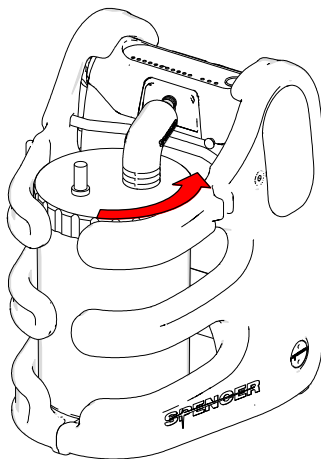

Fig. 10
2. Collegare il gruppo filtro /vaso all'aspiratore facendo ruotare il vaso e il gruppo filtro per facilitare l'inserimento (fig.10 e 11).